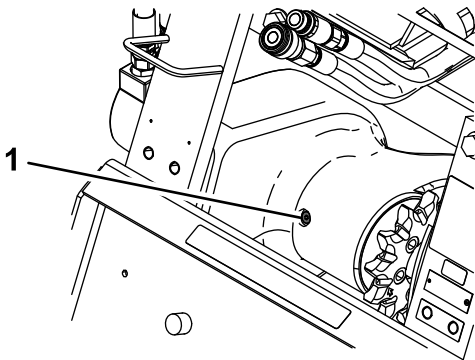

Figura 14
4. Curăai zona din jurul orificiului de umplere de pe carcasa rulmentului (Figura 14).
5. Îndepărtați bușonul de la orificiul de umplere (Figura 14).
3. Curăai zona din jurul orificiului de umplere de pe carcasa rulmentului (Figura 14).
4. Îndepărtați bușonul de la orificiul de umplere (Figura 14).